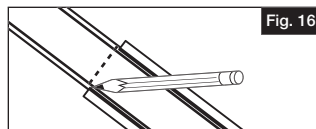

Fig. 16
- Una vez que se determine la longitud, marcar el tirante en el centro con un lápiz (Fig. 16).